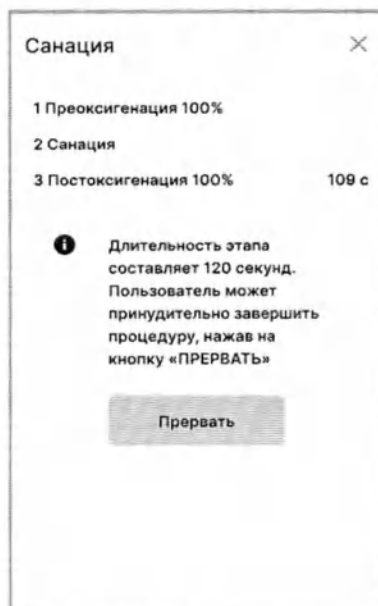

Рисунок 9.11 – Окно этапа постоксигенации
- 6 При подключении пациента аппарат зафиксирует повышение давления в дыхательных путях и автоматически отобразит окно этапа постоксигенации (см. рисунок 9.11).